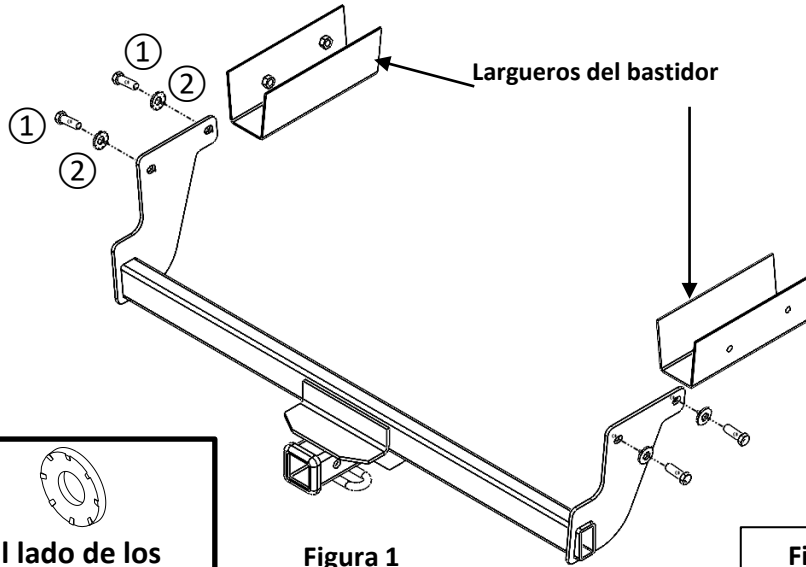

Figura 1
- 1. Retire los tapones del marco:** con un destornillador de cabeza plana, retire (2) los tapones de plástico del riel del bastidor del lado del pasajero, repita para el lado opuesto.
- 2. Instalar enganche:** Levante el enganche en su posición. Usando el hardware suministrado, aplique el casillero de rosca azul a los pernos y luego instale holgadamente (4) pernos M12 y arandelas dentadas cónicas como se muestra. **Consulte la figura 1.** NOTA: Puede ser necesario limpiar los residuos de las tuercas de soldadura existentes en el marco con un cepillo de alambre.
1. **Retire los tapones del marco:** con un destornillador de cabeza plana, retire (2) los tapones de plástico del riel del bastidor del lado del pasajero, repita para el lado opuesto.
2. **Instalar enganche:** Levante el enganche en su posición. Usando el hardware suministrado, aplique el casillero de rosca azul a los pernos y luego instale holgadamente (4) pernos M12 y arandelas dentadas cónicas como se muestra. **Consulte la figura 1.** NOTA: Puede ser necesario limpiar los residuos de las tuercas de soldadura existentes en el marco con un cepillo de alambre.